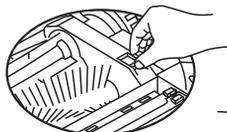

Figura 1
1. Empurre a trava de bloqueio para frente e levante a barra de proteção das escovas com a mão direita. Com a outra mão levante a primeira escova. (Figura 1 e 2)